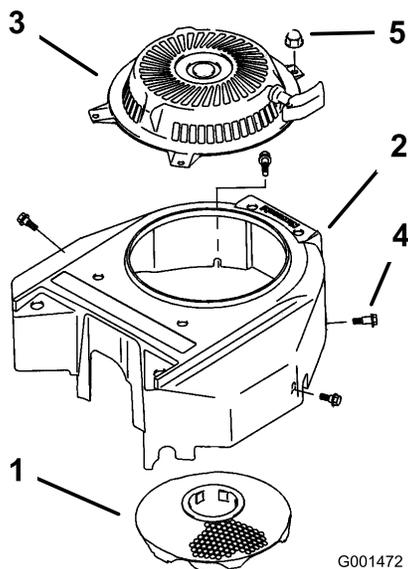

図 49
3. エアインテークスクリーン、リコイルスタータ、ファンハウジングを外す 図 49。
5. エアインテークスクリーン、リコイルスタータ、ファンハウジングを取り付ける 図 49。